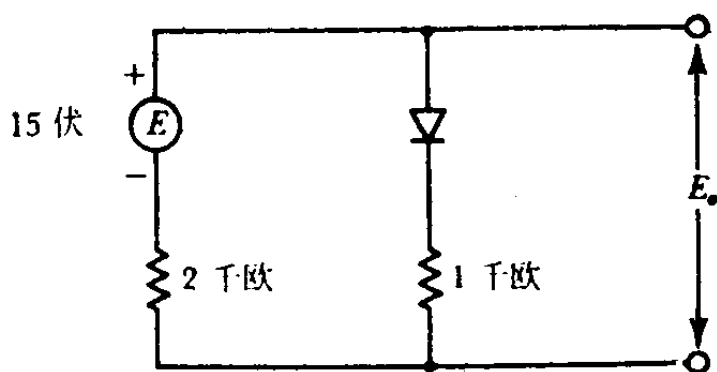

图 1-7
1. 在图 1-7 中, 二极管是正向偏置的。_____
2. 在图 1-7 中, 2 千欧电阻两端的电压是 4 伏。_____
3. 如果图 1-7 中 E 的极性反向时, 则 2 千欧电阻两端的电压大致等于 0。_____
4. 在图 1-7 中 E 的极性反向的情况下, 输出电压 E_0 等于_____